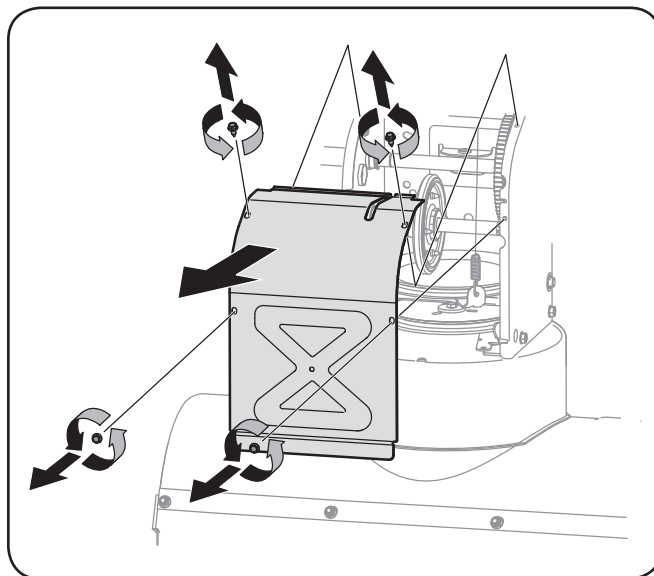

Figure 7-4
- Démontez le couvre-châssis du dessous de la souffleuse en retirant les quatre vis auto-taraudeuses qui le maintiennent en place. Voir la Fig. 7-4.
6. Démontez le couvre-châssis du dessous de la souffleuse en retirant les quatre vis auto-taraudeuses qui le maintiennent en place. Voir la Figure 7-4.
3. Enlevez le couvre-châssis en enlevant les deux vis auto-taranduses qui le maintiennent. Voir la Fig. 7-4.